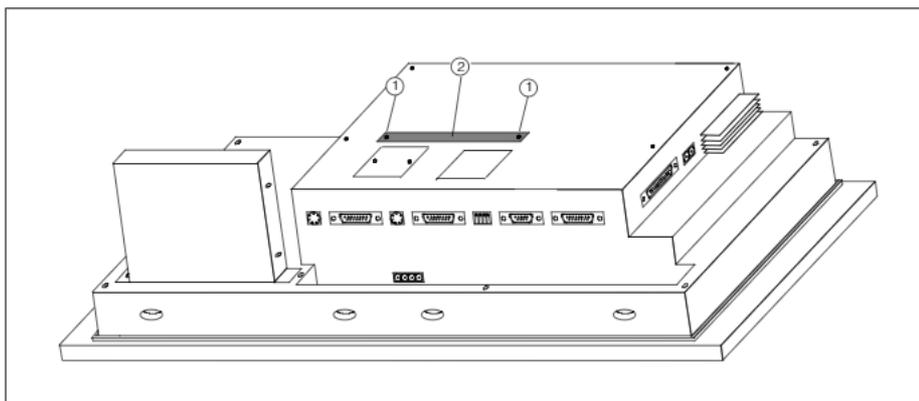

Figura 5-1 Togliere il pannello laterale
2. Svitare due viti ① e togliere la copertura contrassegnata in figura 5-1 con ② dal pannello posteriore dell'OP. Avvitare le viti di nuovo nella stessa posizione nel contenitore.
3. Innestare il box di ampliamento AT tramite il dispositivo d'innesto nella presa che si trova sotto il coperchio ② come da figura 5-1.